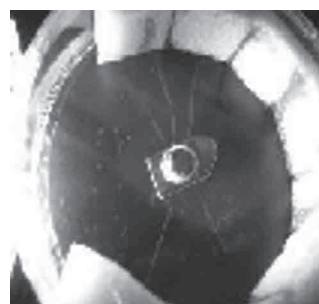

図1
(1) 放射性物質（モナザイト鉱石）をペトリ皿の中に入れます。スポンジテープのすき間から、懐中電灯の光をあてて観察します（図1）。観察時は、ペトリ皿を密閉しておくことが重要となります。
(2) モナザイト鉱石をペトリ皿から取り出して、代わりにトリウム含有のランタンマントルから放出するラドンガス（トリオン）をペトリ皿内に入れます。時間が経つにつれて飛跡が少なくなっていく様子を観察できます。